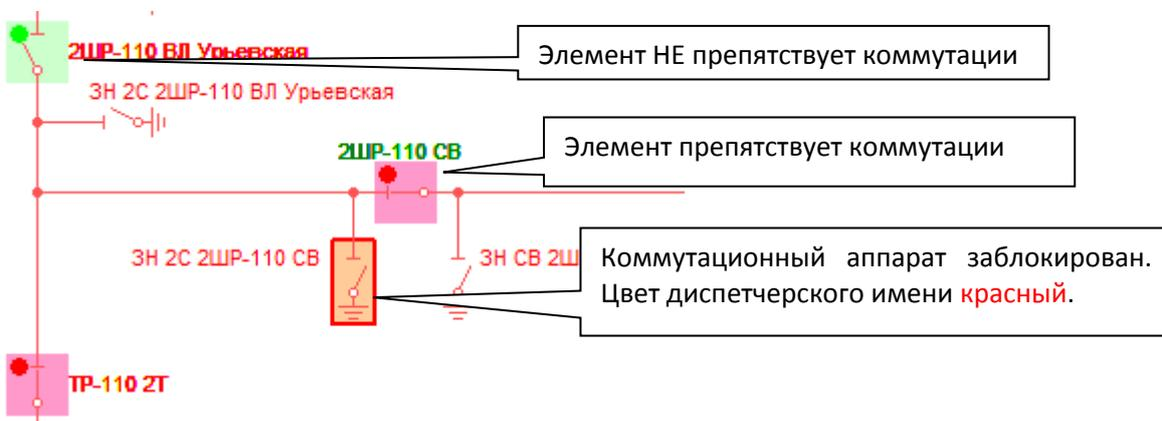
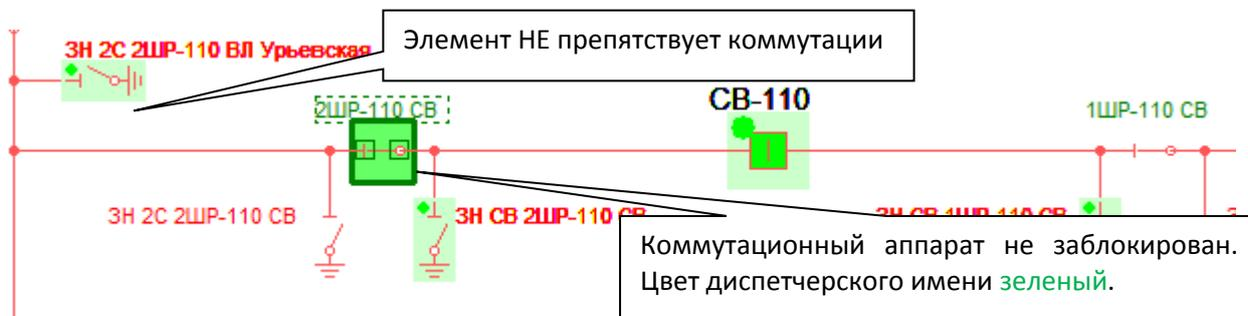

Рис. 6.61. Отражение блокировки на схему – пример 1.
Рис. 6.62. Отражение блокировки на схему - пример 2.
Для визуализации блокировки ее необходимо отразить на схему. Для этого нужно назначить схему (страницу компонента «Схема Modus 5.1») компоненту «Блокировка», выбрав ее из списка параметра «Отразить на схему». После этого логика блокировки будет отражаться на схеме (смотрите Рис. 6.61 и Рис. 6.62).
- Подсветкой композитным стилем выбранного элемента (смотрите Рис. 6.61 и Рис. 6.62).